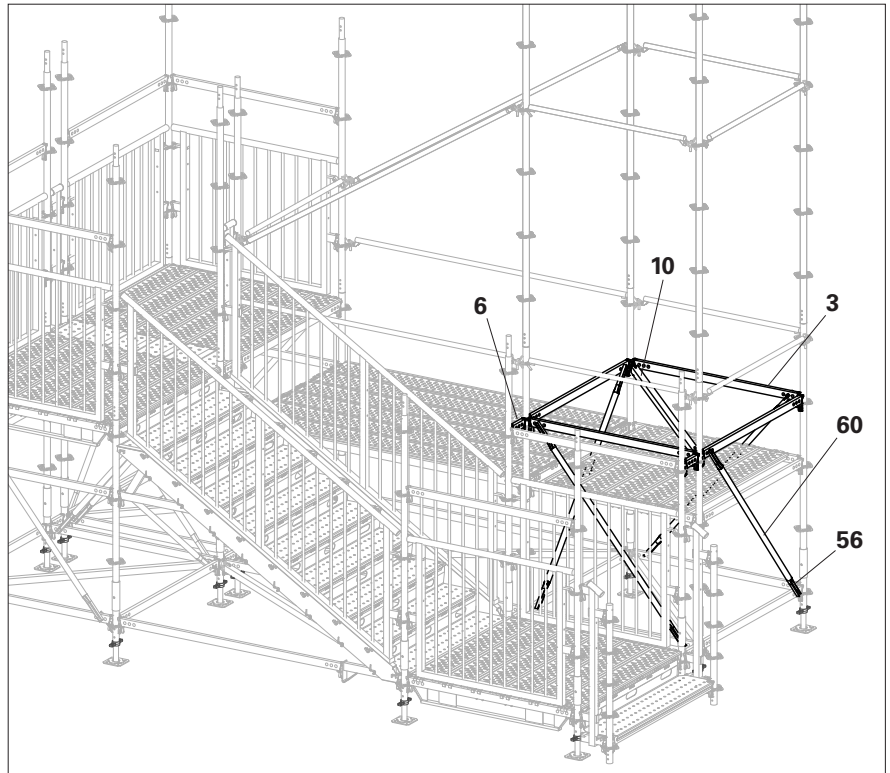

Fig. B3.02
4. Fit 1 x H-Brace UBH Flex (**10**). (Fig. B3.02)